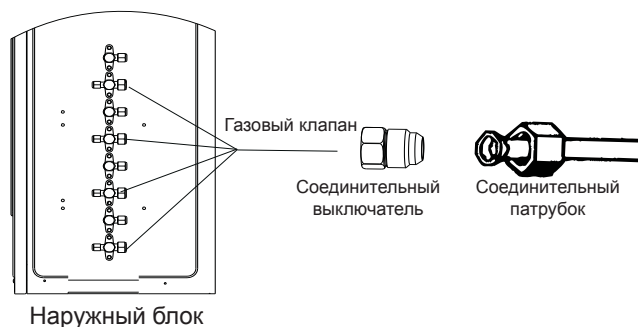

Рис.12
4) Смотрите Рис. 12 для правильного соединения труб.